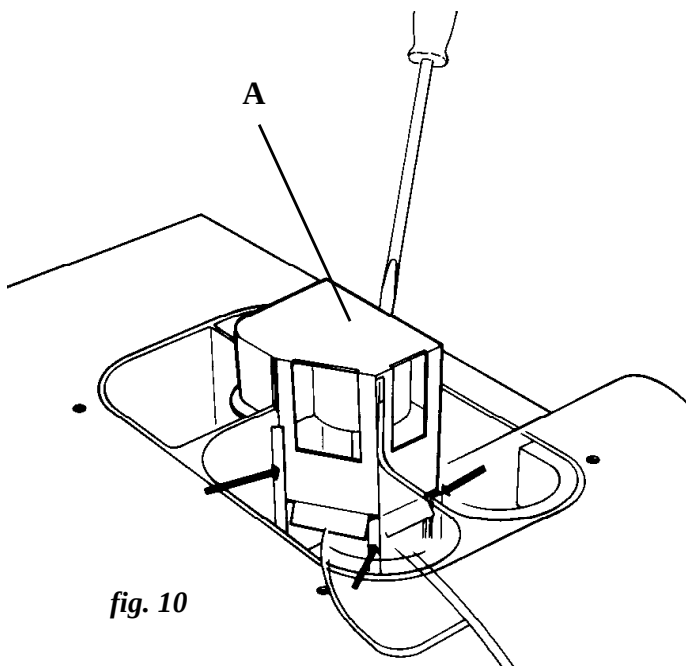

fig. 10
- Open the dispenser cover and remove the top cover **(A)**, refer to **figure 10**, noting its location to correctly re-assemble.
- Ouvrir le couvercle du bac de distribution et démonter la partie supérieure **(A)** suivant la **figure 10**. Prendre note de son emplacement pour le remonter correctement.
- Re-assemble the dispenser top, ensuring that it is correctly placed; refer to points indicated with arrows. (**fig. 10**).
- Volver a montar la parte superior del dosificador. Prestar atención a su correcta colocación; ver puntos marcados por flechas. (**fig. 10**).
- Monter la partie supérieure du bac de distribution. Attention à son emplacement correct; voir points signalés par flèches. (**fig. 10**).